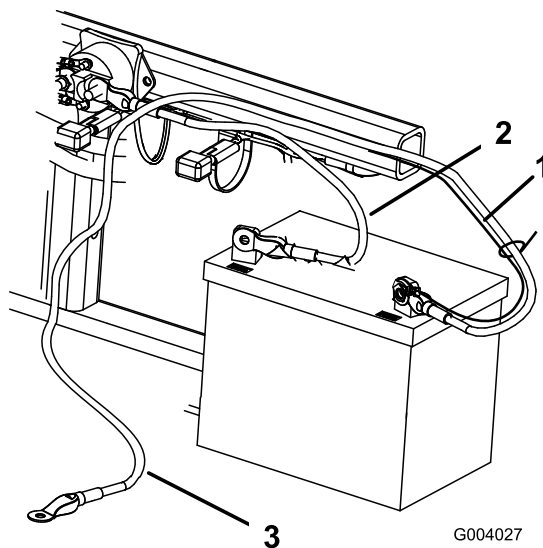

Рисунок 6
2. Закрепите положительный провод (красный) на положительной (+) клемме болтом ( $\frac{1}{4} \times \frac{5}{8}$  дюйма) и контргайкой (Рисунок 6).
3. Подсоедините короткий черный провод и отрицательный кабель (черный) к отрицательной (-) клемме аккумулятора болтом ( $\frac{1}{4} \times \frac{5}{8}$  дюйма) и контргайкой ( $\frac{1}{4}$  дюйма) (Рисунок 6).